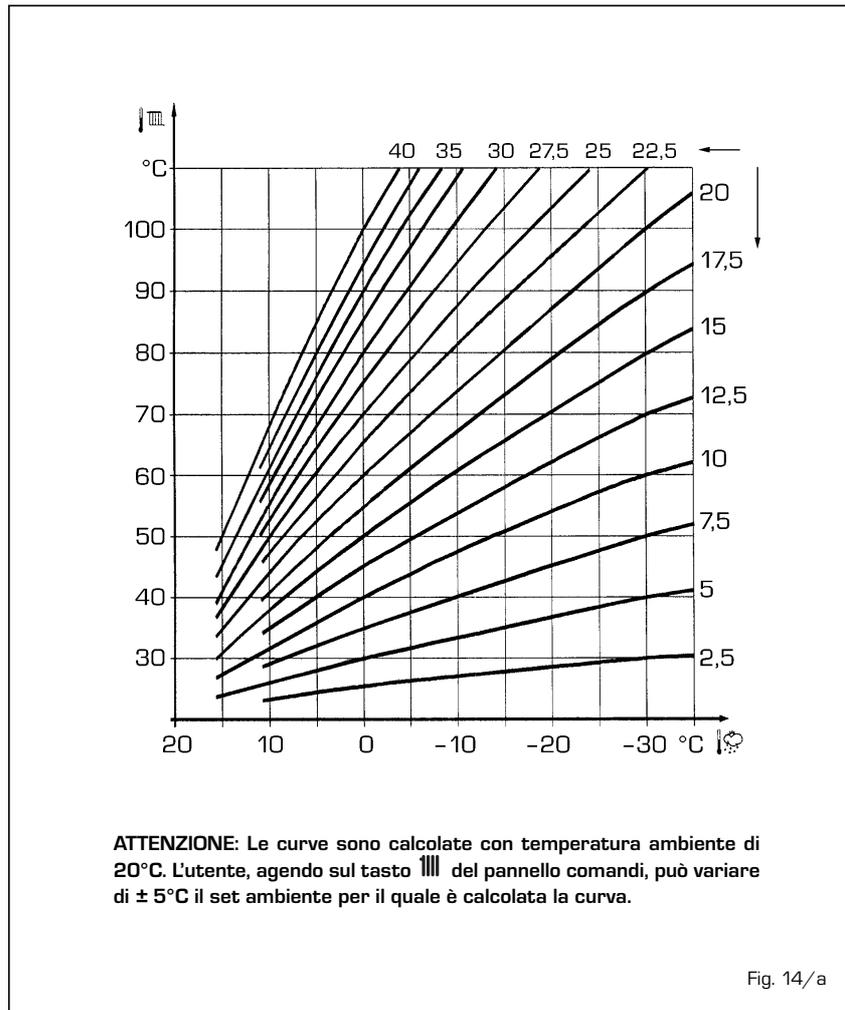

Fig. 14/a
3.3 SONDA ESTERNA COLLEGATA (fig. 14/a)
Aumentando la pendenza rappresentata dalle curve di fig. 14/a si incrementa la temperatura di mandata impianto in corrispondenza alla temperatura esterna.